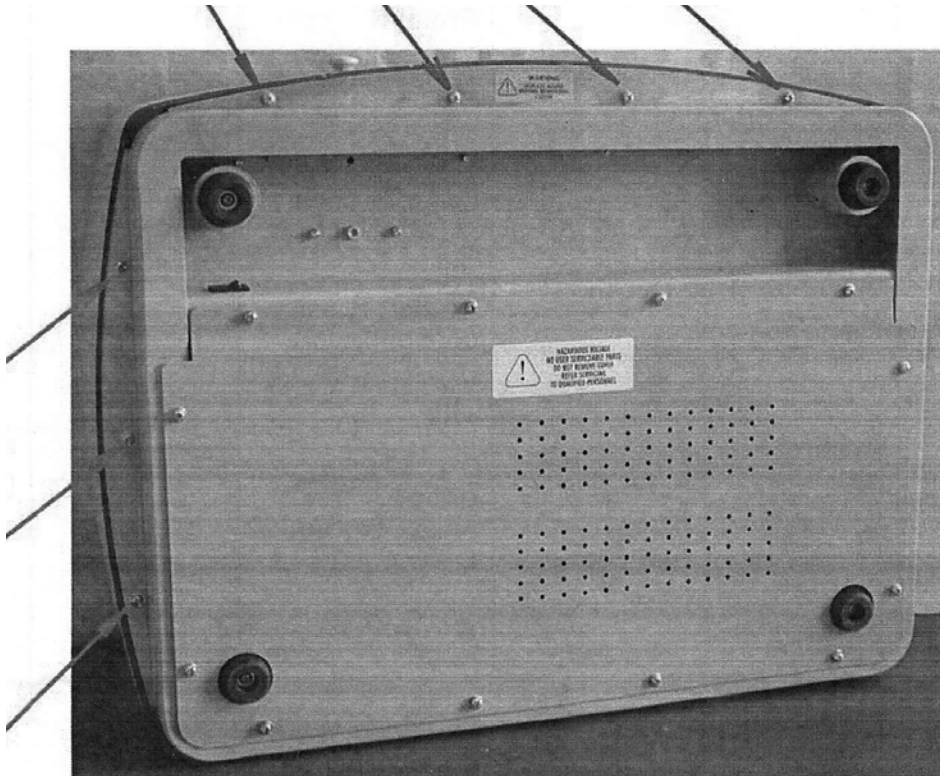

Fig A1
3. Retire todos los tornillos alrededor de los lados del espectrofotómetro. Vea Fig A1.